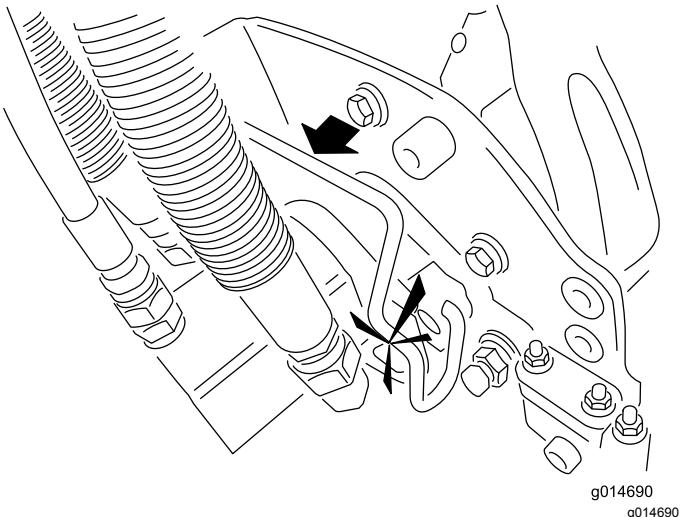

図3
5. モータを、トリローラユニットの左側運転席から見て取り付け、トリローラユニットについているモータ固定バーを、モータの上から被せるようにセットし、モータの左右から「カチッ」というロック音が聞こえるまで押し下げる図 3。